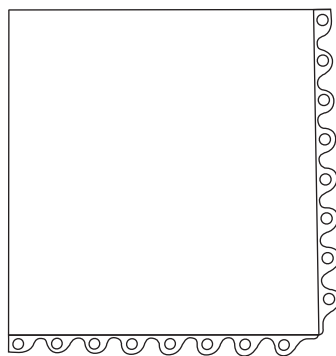

Figure 2
**NOTE:** Pins should face the direction of which the next mat tile is to be placed. (See Figure 2)
**REMARQUE :** Les tiges doivent être orientées dans le sens où le prochain carreau de tapis sera placé. (Voir Figure 2)